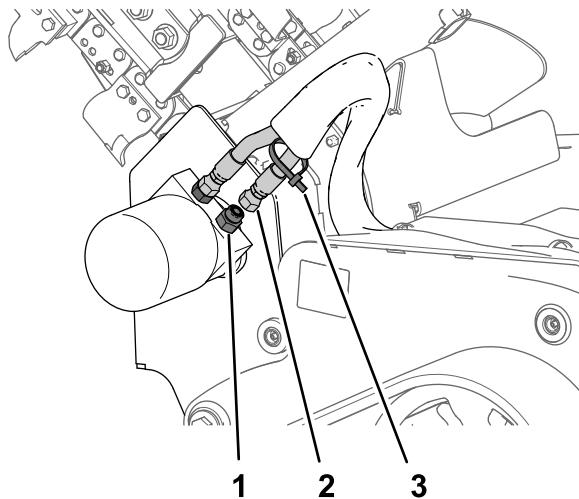

Рисунок 2
- Протрите начисто гидравлические шланги и штуцеры гидромотора привода траншеекопателя (Рисунок 2).
- Прикрепите крепеж кабеля к самому заднему гидравлическому шлангу гидромотора привода траншеекопателя (Рисунок 2).